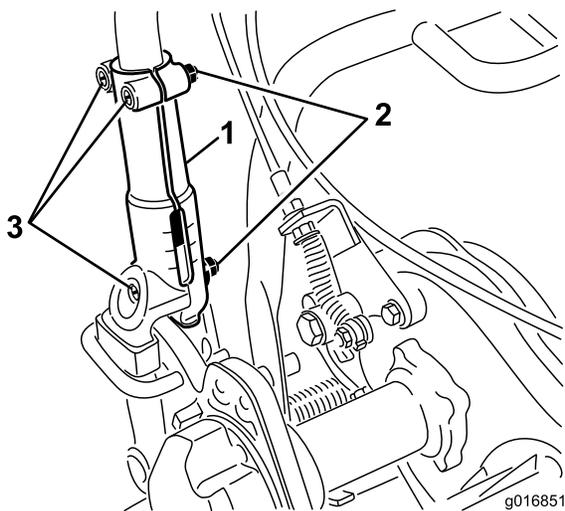

Figura 26
1. Solte os 3 os parafusos e as porcas da carroçaria que fixam cada um dos lados do manípulo nas pegas da barra de ligação (Figura 26).